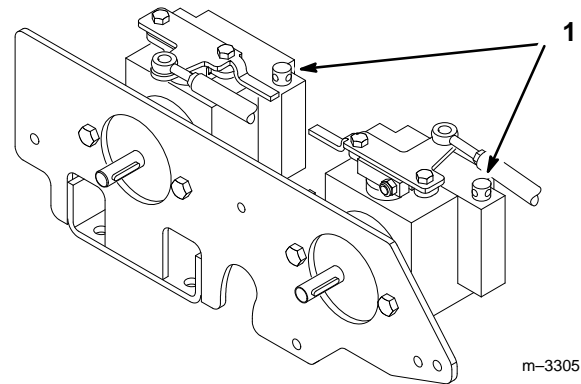

Abbildung 18
2. Zum Schieben der Maschine die Pumpen-Bypassventile 2 Umdrehungen im Gegenuhrzeigersinn drehen. Dadurch kann die Hydraulikflüssigkeit die Pumpe umgehen, und die Räder können gedreht werden (Abb. 18).
1. Zum Betrieb der Maschine die Bypassventile hereindrehen (Abb. 18).